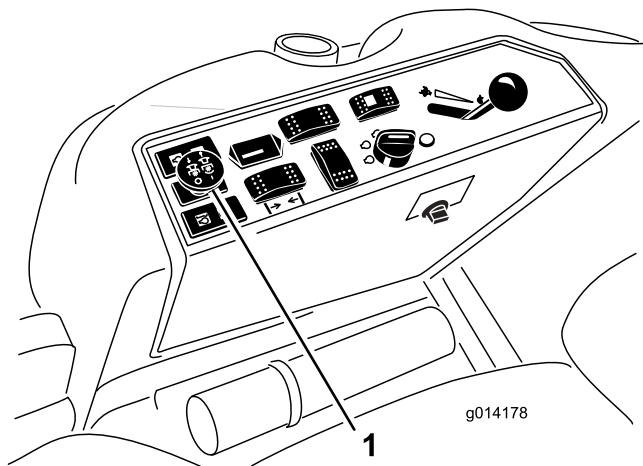

Figura 12
3. Puxe para cima o interruptor da tomada de força para o engatar (Figura 12).